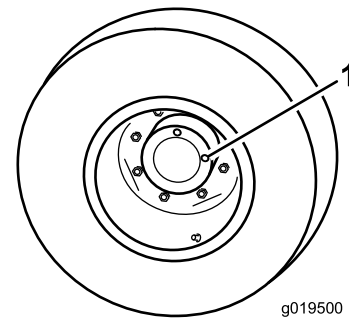

Bild 54
1. Wenn die Maschine auf einer ebenen Fläche steht, positionieren Sie das Rad so, dass eine Prüfschraube auf 12 Uhr und die andere auf 3 Uhr steht (Bild 54).
1. Prüf-/Ablassschraube (2)
2. Entfernen Sie die Schraube, die auf 3 Uhr steht (Bild 54).